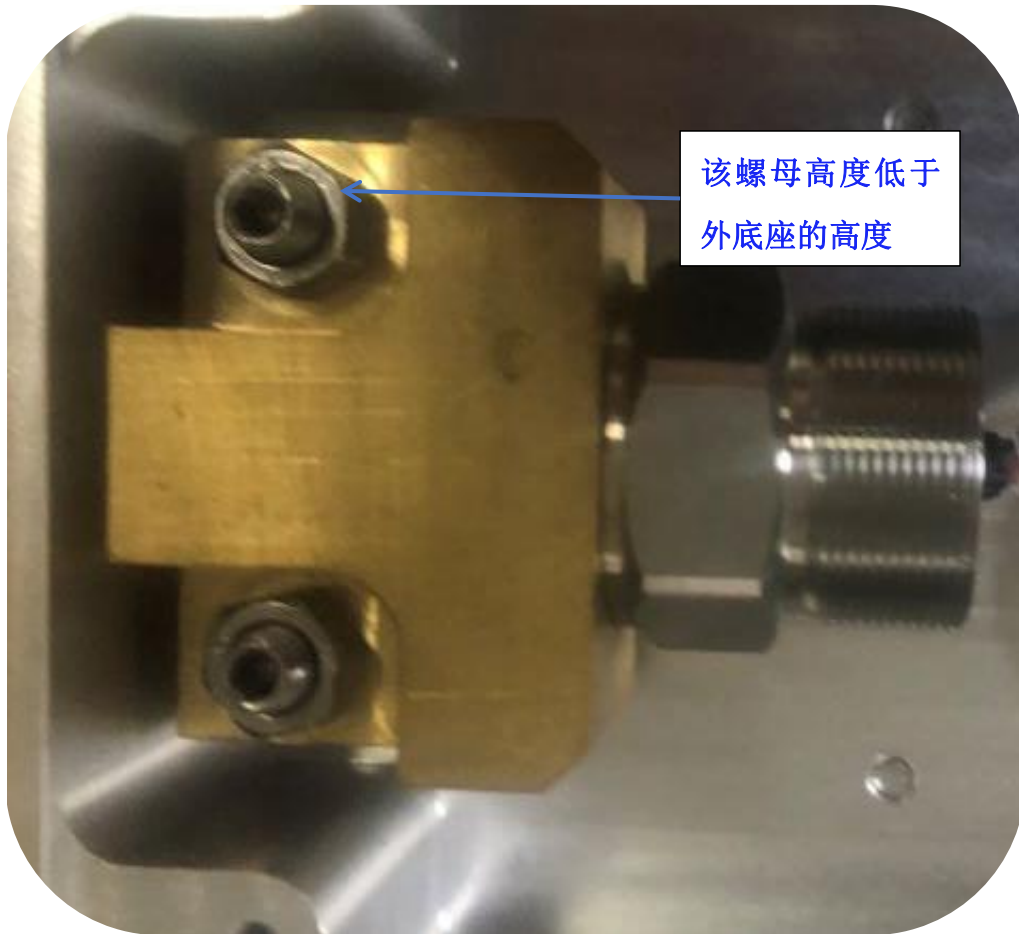

图 16 安装压力传感器
2) 用套筒和 3mm 的内六角工具拧紧传感器; 传感器安装完成如图 16 所示: